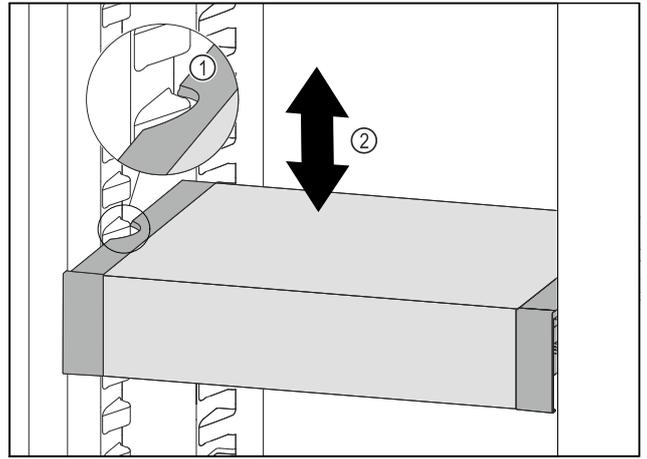

Fig. 45
- ▶ VarioSafe nach vorne ziehen, bis sich die seitlichen Aussparungen des VarioSafes auf Höhe der Behälterrippe im Kühlteil befinden. Fig. 45 (1)
- ▶ VarioSafe im Kühlteil nach oben oder unten bewegen, bis gewünschte Höhe erreicht ist. Fig. 45 (2)